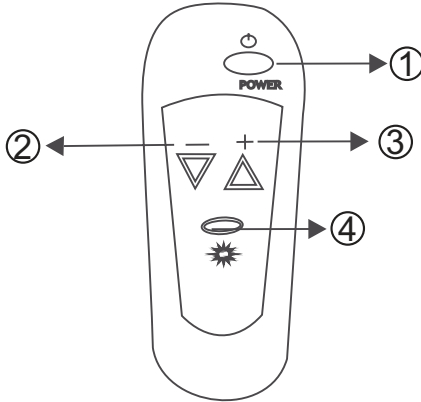

Abb. 3: Fernbedienung
- Taste ① der Fernbedienung (Abb.3) drücken, Gebläsemotor geht an (Stufe 2).
- Taste ① erneut drücken, Gebläsemotor geht aus.
- Taste ② drücken, die Leistung des Gebläsemotors verringert sich.
- Taste ③ drücken, die Leistung des Gebläsemotors erhöht sich.